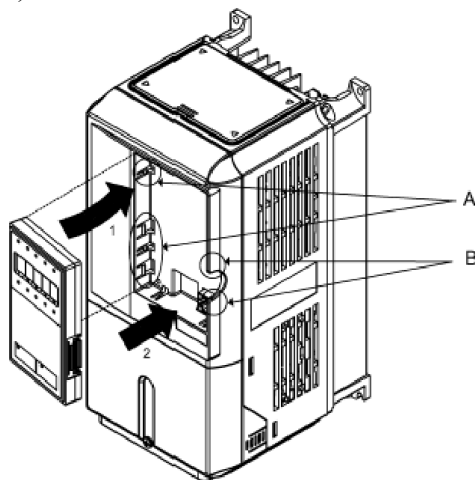

Рис. 1.15 Установка панели оператора.
1. Зацепите панель оператора в точках А (два места) передней крышки в направлении 1, как показано на рис. 1.15